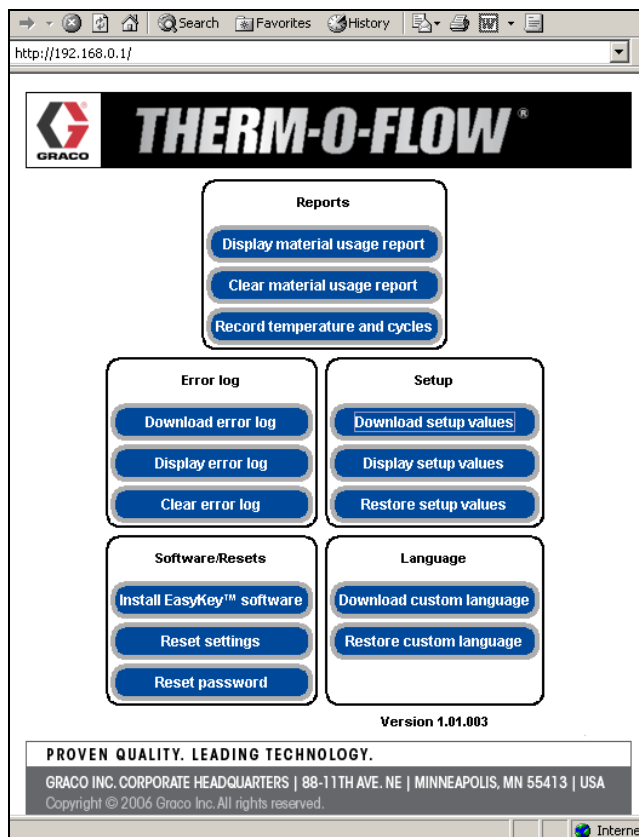

図. 33: メインソフトウェア画面
5. メインソフトウェア画面が表示されます。図. 33 をご参照ください。
メインスクリーン (図. 33 参照) より、操作者はレポート、エラーログ、設定、ソフト/リセット、または言語用のボタンを選択できます。